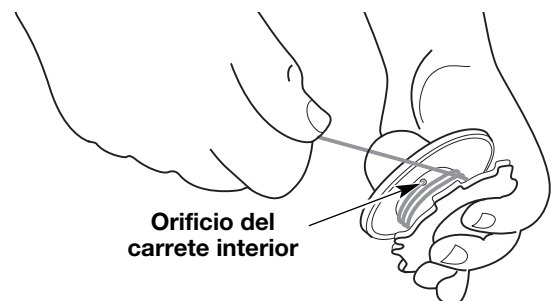

Fig. 13
5. Tome alrededor de 12 pies (3.6 m) de línea de corte nueva, inserte un extremo de la línea en el orificio del carrete interior (Fig. 13).
6. Bobine la línea en el carrete en capas parejas y ajustadas (Fig. 13). Bobine la línea en la dirección indicada en el carrete interior.